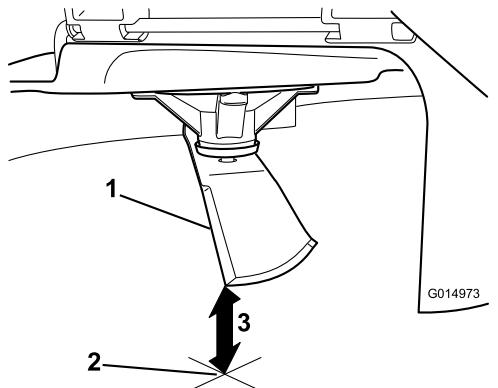

**Figura 44**
3. Distancia medida entre la cuchilla y la superficie (A)
4. Gire la misma cuchilla 180 grados de manera que el otro filo de corte esté en la misma posición (Figura 44).